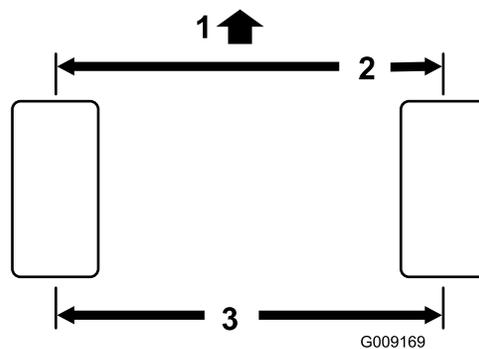

Рисунок 60
2. Измерьте межцентровое расстояние (на высоте оси) на передней и задней стороне рулевых колес (Рисунок 60). Результат измерения на передней стороне шин должен отличаться от результата измерения на задней стороне на 0 ± 3 мм. Поверните шины на 90 градусов и повторите измерения.